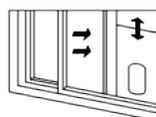

Fig.3
1) Ouvrez à moitié la fenêtre et montez l'assemblage de la plaque d'étanchéité de la fenêtre sur la fenêtre (comme indiqué sur les Fig.2 et Fig.3) ; l'ensemble peut être placé dans le sens horizontal et vertical.